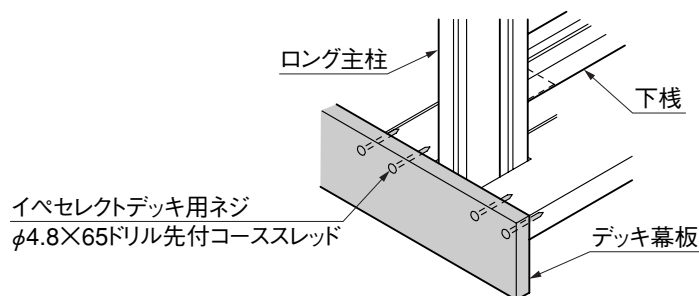

図7-4 柱をデッキの端に施工する場合
- 柱をデッキの端に施工する場合は、幕板ではさむようにし、ネジを多めに打つなど幕板を補強してください。(図7-4参照)
① 上棧に組付部品を組付けてください。